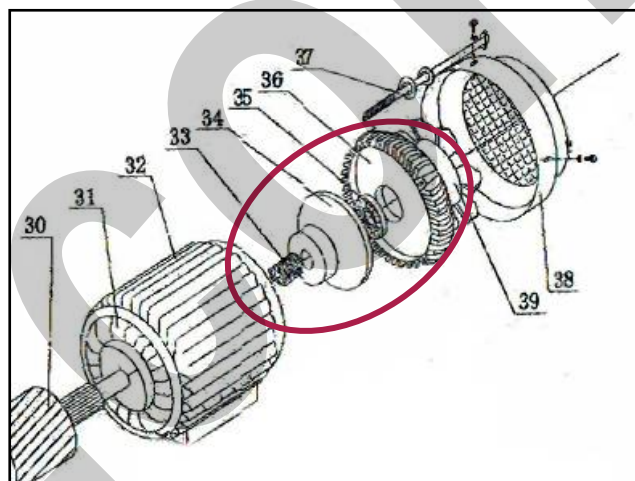

Figura 5 – Parti del freno di sicurezza.
- Il **freno di sicurezza**, per impedire la discesa improvvisa ed indesiderata del carico a motore fermo (vedere la Figura 5);